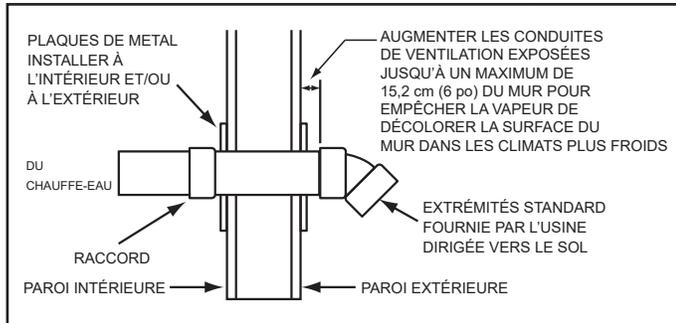

Figure 23. Installation à extrémités murales
- Couper une ou plusieurs longueurs de tuyau à installer de 8,9 cm (3,5 po) à 24,1 cm (9,5 po) plus longues que l'épaisseur du mur au niveau de l'ouverture. Voir *Figure 23*.
- En travaillant de l'extérieur, enfiler le tuyau et la ou les bouches assemblées aux étapes précédentes à travers le mur. S'assurer de diriger la ou les bouches vers le sol. Voir *Figure 23*.
- Poser un accouplement à l'extrémité du ou des tuyaux à l'intérieur du bâtiment. Avant que le mastic silicone n'ait eu le temps de prendre complètement, sortir du bâtiment et s'assurer que la ou les bouches d'évacuation sont toujours dirigées vers le sol. Voir *Figure 23*.